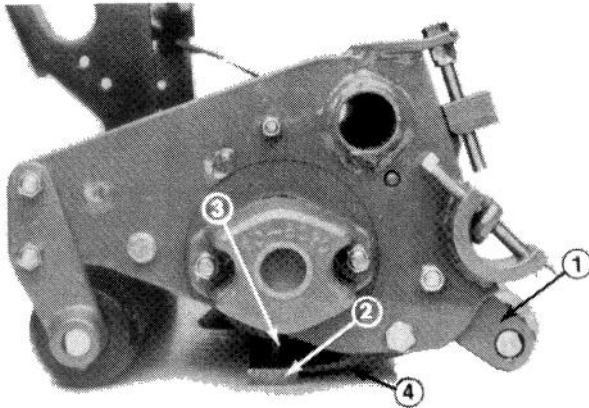

Figure 6
2. Placez une plaque d'une épaisseur minimum de 0,6 mm sous le tambour de lames et contre le tranchant du contre-couteau (Fig.6). Le rouleau arrière ne doit pas en toucher la surface.